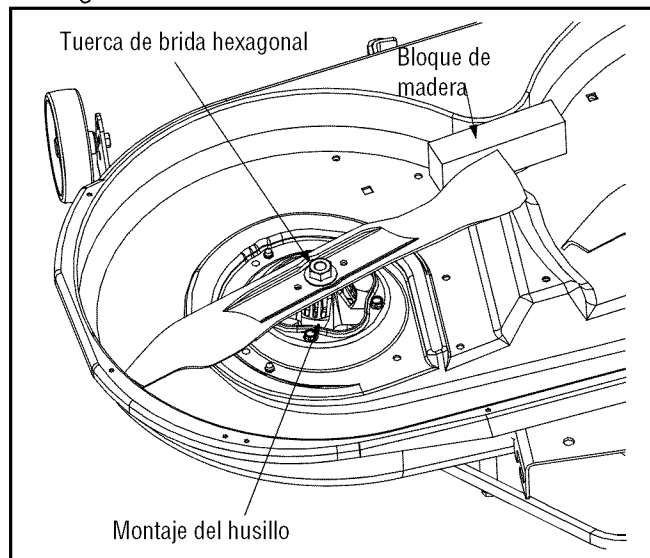

Figura 18
- Coloque un bloque de madera entre el deflector del alojamiento central de la plataforma y la cuchilla de corte, para que actúe como estabilizador. Vea la Figura 18.
- Extraiga la tuerca de brida hexagonal que asegura la cuchilla al montaje del husillo. Vea la Figura 18. Para afilar las cuchillas de corte de forma adecuada, extraiga cantidades iguales de metal de ambos extremos de las cuchillas a lo largo de los bordes cortantes, de forma paralela al borde de caída, a un ángulo de 25° a 30°.